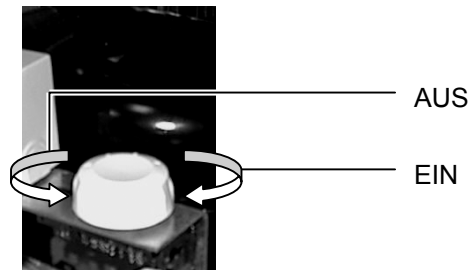

Abbildung 4-6 Temperaturregler
Wie beim herkömmlichen Kühlschrank, verändern Sie mit dem Drehknopf die Einschaltdauer des Kühlaggregats (Abbildung 4-6). Die Temperatur in der Theke hängt von der Umgebungstemperatur und von der Menge des Kühlguts ab.
- 9) Drehen Sie den Drehschalter in die Aus-Position (Abbildung 4-6).